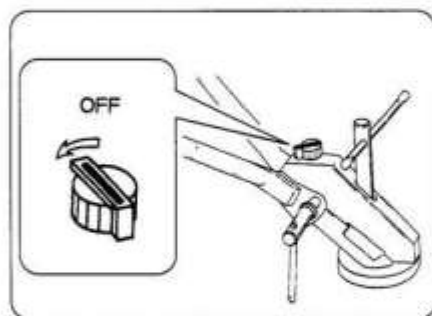

図12
- 停止スイッチを【OFF】位置にしてください。エンジンが停止します。(図12)